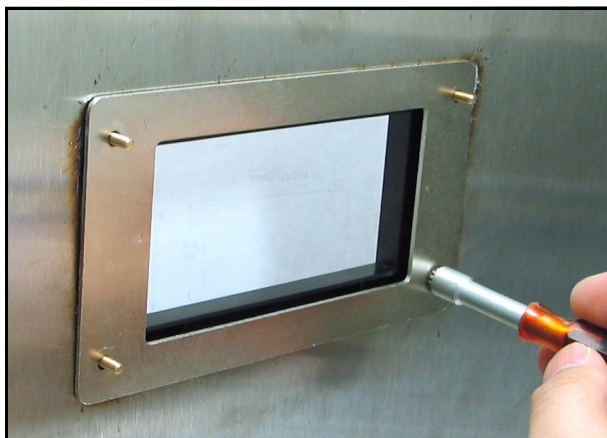

Figura 19: Fissaggio del gruppo al pannello
4. Inserire i dadi sulle quattro viti e fissare il gruppo al pannello (vedere Figura 19 e Figura 20). Con uno spessimetro posto dietro la guarnizione, verificare la compressione e stringere i dadi fino ad ottenere una luce di $0,81 \text{ mm} \pm 0,05 \text{ mm}$ ($0,032'' \pm 0,002''$).